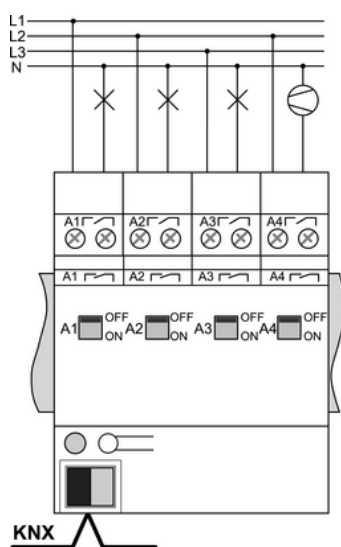

Рисунок 2
- Подключите прибор, как показано на примере (рисунок 2).